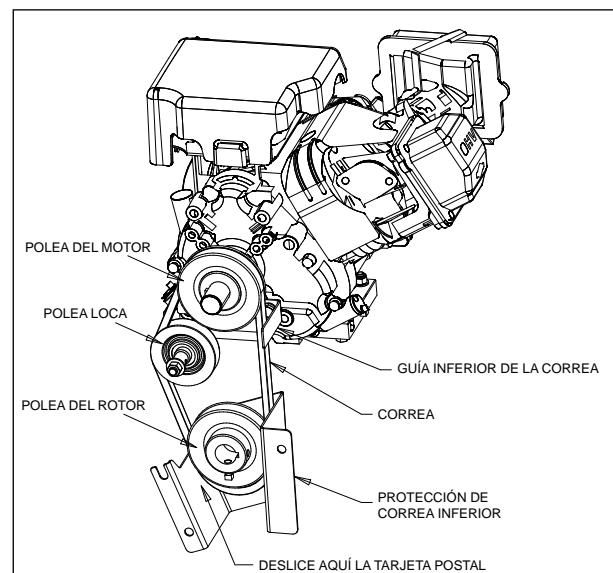

Figura 5.5 - Ajustes de la guía de correa
7. Desde abajo, verifique la alineación de la protección inferior de la correa con una tarjeta postal (Figura 5.5). Con el embrague acoplado, debería haber suficiente espacio entre la correa y la protección para deslizar la tarjeta a lo largo de la correa. Con el embrague desacoplado no se debería poder deslizar la tarjeta. Regule si fuera necesario.